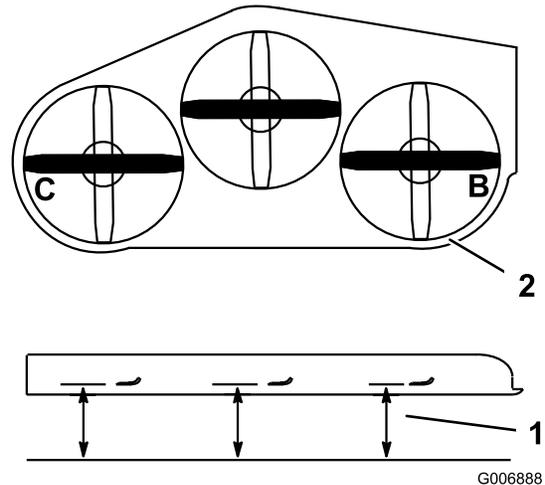

図 83
- B 位置およびC 位置で、平らな床面からブレードの刃先までの距離を測定する (図 83)。